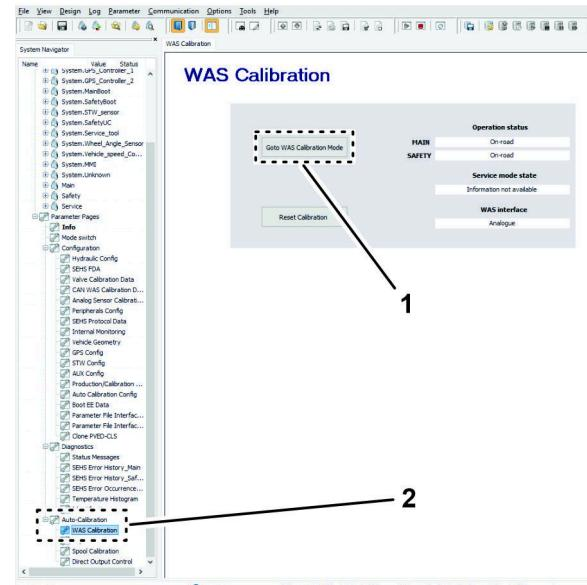

Figura 147
10. En la pestaña System Navigator (Navegador del Sistema), vaya a la carpeta CALIBRACIÓN AUTOMÁTICA y haga clic en el ícono + (Figura 147).
11. Haga clic en el ícono CALIBRACIÓN WAS (Figura 147).
2. En la pantalla CALIBRACIÓN WAS, haga clic en el ícono IR A MODO DE CALIBRACIÓN WAS (Figura 147).